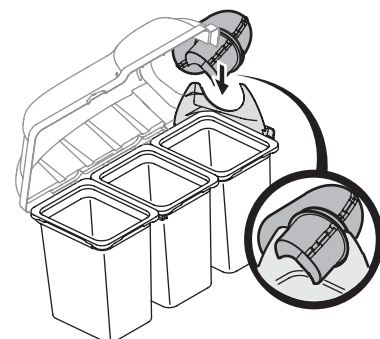

Figure 23
7. Alors que le couvercle de l'ensacheuse est ouvert, insérez le tube de la goulotte supérieure dans la goulotte d'éjection, puis faites pivoter le tube de la goulotte supérieure en position de sorte que la goulotte repose dans le support de la goulotte supérieure. Consultez la Figure 23.